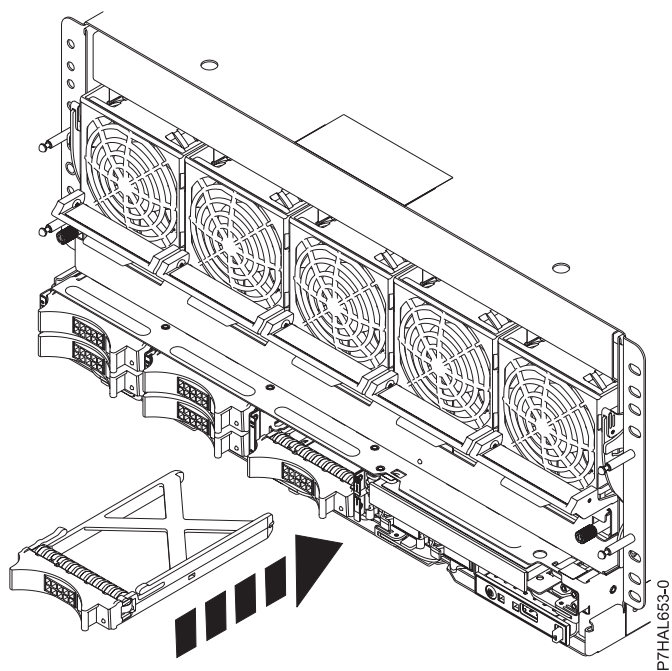

Figura 47. Instal·lació d'un panell de reblliment d'unitat de disc
2. Col·loqueu el panell de reblliment de la unitat de disc a la unitat del sistema o d'expansió, com es mostra a la Figura 47.